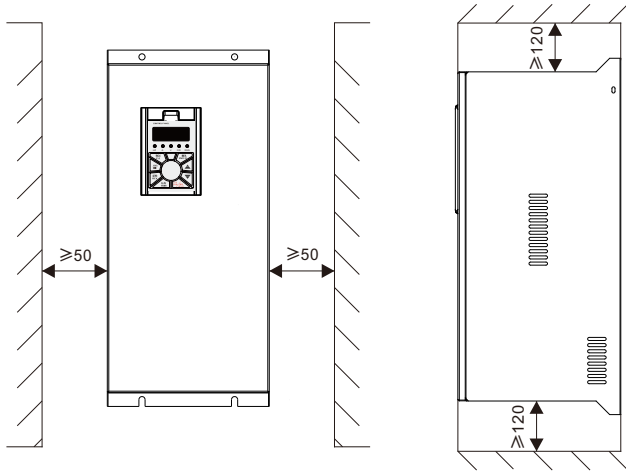

图2-3 FC300系列变频器安装空间尺寸要求
2.2.5 请安装在不可燃的物体上。变频器可能达到很高的温度，为了使热量易于散发，应该在其周围按图2-3留出足够空间。